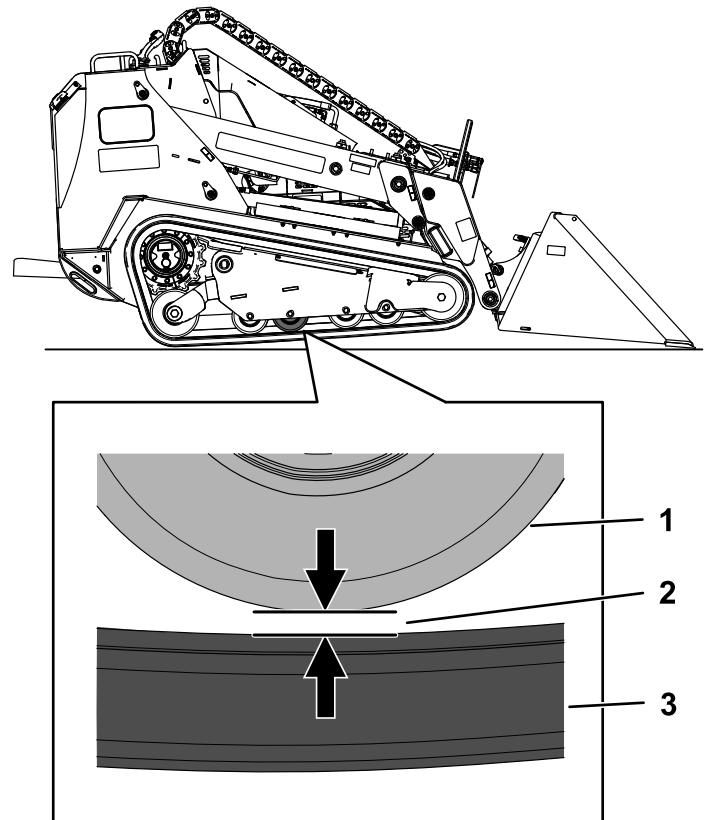

Figure 70
- Vérifiez qu'un espace de 20 mm (0,8 po) existe entre le deuxième galet de roulement à partir de l'arrière et la chenille, comme montré à la Figure 70. Si un réglage est nécessaire, voir Réglage de la tension des chenilles \(page 50\).
- Avec une clé à cliquet de 1/2 pouce, tournez la vis de tension jusqu'à obtention d'un espace de 20 mm (0,79 po) entre le galet de roulement et la chenille, comme montré à la Figure 70.
11. Avec une clé à cliquet de ½ po, tournez la vis de tension dans le sens antihoraire jusqu'à obtention d'un espace de 20 mm (0,79 po) entre le galet de roulement et la chenille, comme montré à la Figure 70.